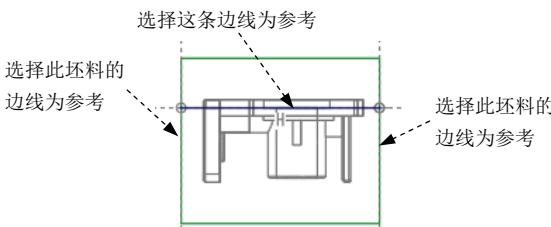

图 14.27 截面草图
(4) 绘制截面草图。
① 选取图 14.27 所示的边线为参考。
② 绘制图 14.27 所示的截面草图（截面草图为一条线段）；完成截面的绘制后，单击“草